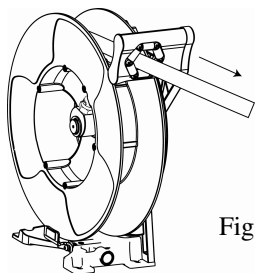

Fig. 6
- Unwind the hose completely and the search for the ratchet blocking position (Fig.6).
- Dra ut slangen helt och hitta spärrläget (Fig. 6).